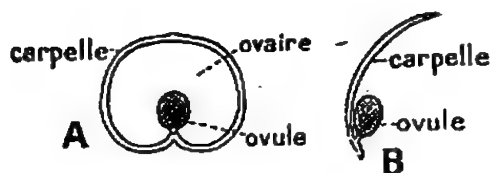

Fig. 272, 273. — Plantes à fleurs :
**2. Plantes à fleurs.** — Toutes ont les ovules enfermés dans un ovaire (fig. 272), sauf les *conifères* (Voir p. 156) dont les ovules sont posés à nu à la base de feuilles écailleuses (fig. 273).